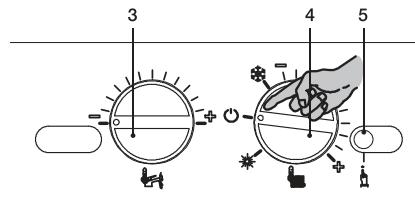

Рисунок 6.5
- Выключите котел, установив переключатель функций 4 в положение **⊕** (см. Рисунок 6.5).